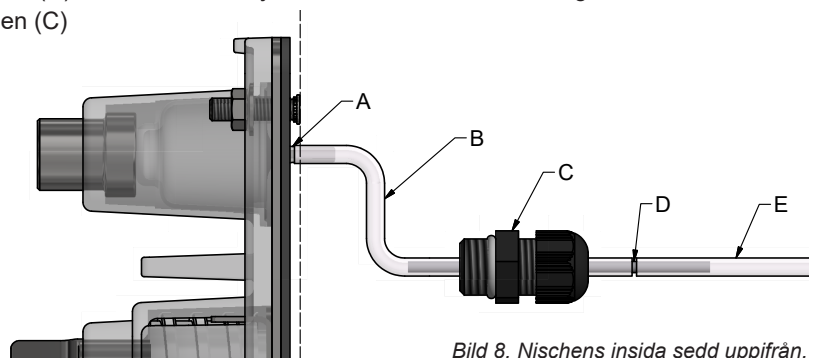

Bild 8. Nischens insida sedd uppifrån.
1. Klipp till en bit av medföljande slang till del 1 av startslangen (B), den inre delen, se bild 8.
2. Montera startslang del 1 på anslutningsnippeln (A) i nischen.
3. Trä den andra änden av startslangen på metallröret (D) och låt ca en tredjedel av röret sticka ut ur slangen.
4. Trä slangen med röret igenom kabelförskruvningen (C) som sitter i pluggen. Röret skall placeras mitt i kabelförskruvningen med lite av slang B utanför, se bilden.
7. Trä på startslang del 2 (E) på den del av röret som sticker ut ur kabelförskruvningen.